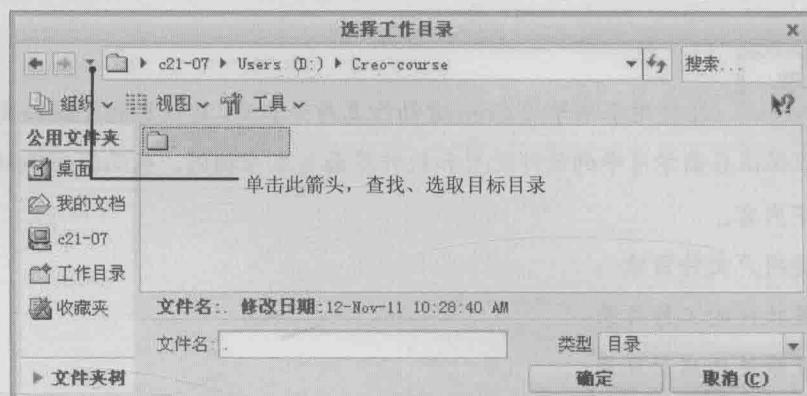

图 1.2.1 “选择工作目录”对话框
Step1. 选择下拉菜单 **文件** → **管理会话 (M)** → **选择工作目录 (W) 选择工作目录。** 命令（或单击 **主页** 选项卡中的  按钮）。
Step2. 在弹出的图 1.2.1 所示的“选择工作目录”对话框中选择“D:”。